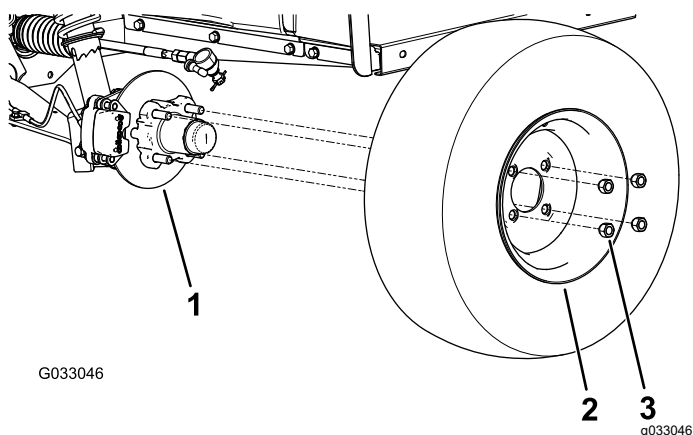

Figure 32
2. Retirez les 4 écrous de roue qui fixent la roue au moyeu (Figure 32).
4. Alignez les trous dans la roue et les goujons du moyeu puis montez la roue sur le moyeu en plaçant la valve à l'extérieur (Figure 32).
5. Fixez la roue au moyeu avec les écrous de roue (Figure 32).